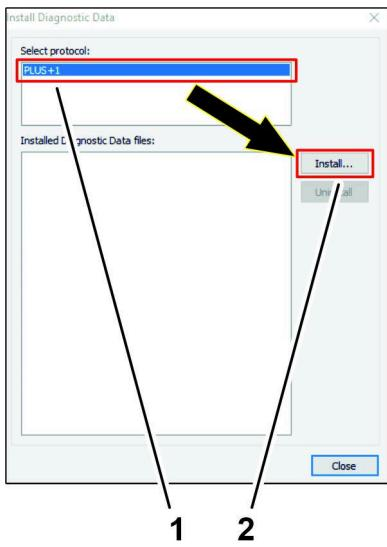

Figura 42
3. En el cuadro de diálogo Instalar datos diagnósticos, haga clic en el ícono del protocolo PLUS+1, y pulse el ícono INSTALAR (Figura 42).